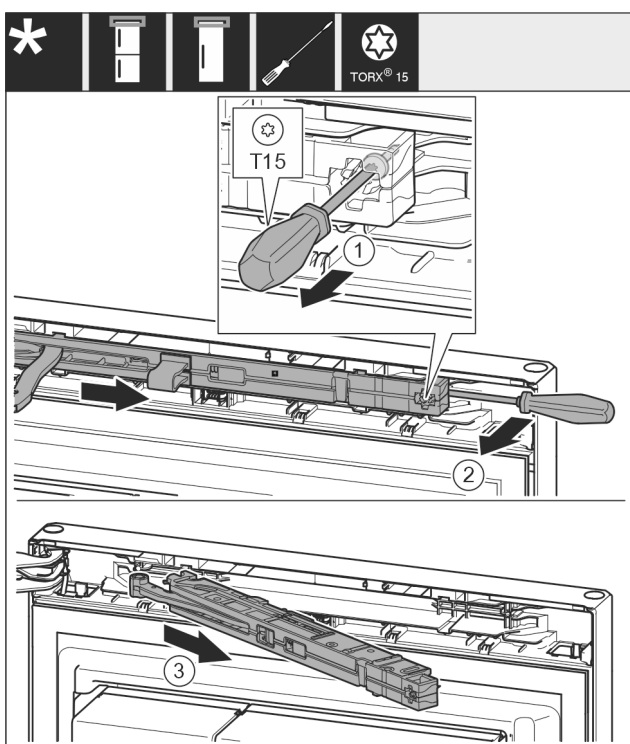

Fig. 11
- ▶ С отвертка T15 отвийте винта на блока на затварящия демпфер с ок. 14 mm. Fig. 11 (1)
- ▶ От страната на дръжката вкарайте отвертка зад блока на затварящия демпфер и завъртете го напред. Fig. 11 (2)
- ▶ Издърпайте блока на затварящия демпфер. Fig. 11 (3)